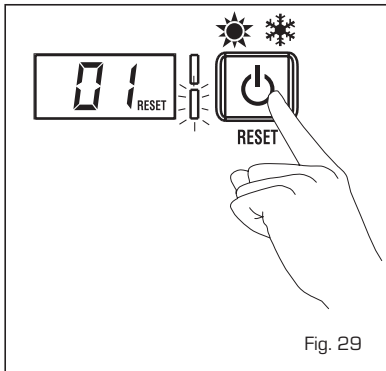

Fig. 29
- **ALL 01** (fig. 29)
- **ALL 02** (fig. 29/a)